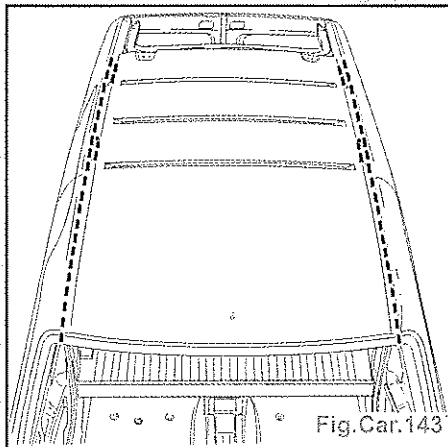

Fig.Car.143
- Appliquer un mastic d'étanchéité (Fig. Car.143).